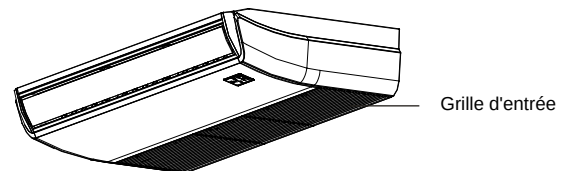

Fig. 6-1
- Ouvrez la grille d'entrée d'air avec un tournevis ou quelque chose de similaire (voir Fig. 6-1)